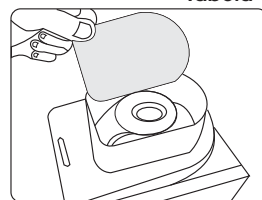
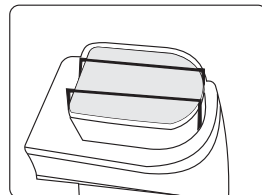

Fig. 1
Fig. 2
- B.** Remova a unidade principal e vire-a, coloque o filtro sobre a resistência (Fig. 1) e use o clip de metal fornecido para fixá-lo (Fig. 2). Recoloque a unidade principal em sua posição original.